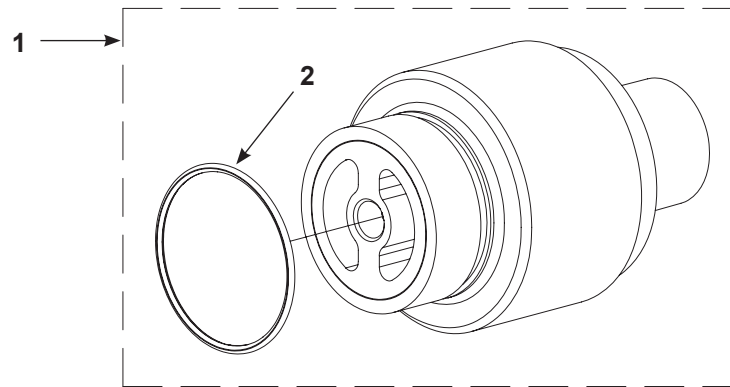

Figure 22 Support d'électrode XD
B. Voir la Figure 22 et la liste des pièces détachées pour les pièces de réparation du kit support d'électrode XD.